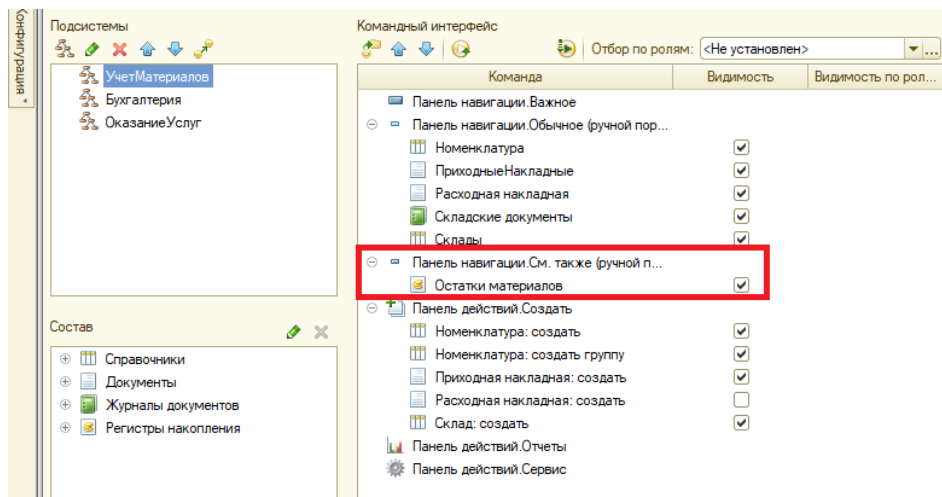

Рис. 2.4 Настройка командного интерфейса подсистем
2. В группе Панель навигации.Обычное включите видимость у команды Остатки материалов и мышью перетащите ее в группу Панель навигации.См.также (рис. 2.4).